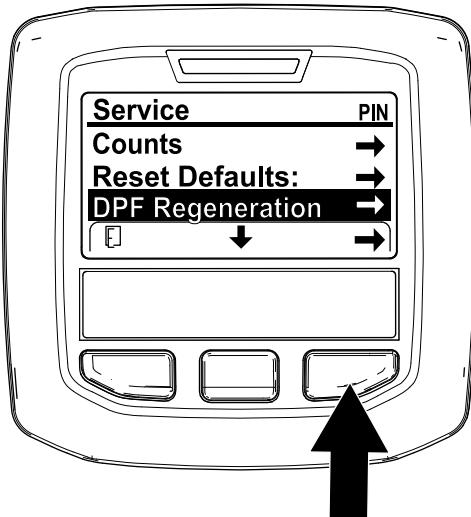

Figura 40
1. Acceda al menú Service (Servicio), pulse el botón central para desplazarse hacia abajo, hasta la opción DPF REGENERATION (Regeneración de DPF) (Figura 40).
- Pulse el botón derecho para seleccionar la opción DPF Regeneration (Regeneración de DPF) (Figura 40).